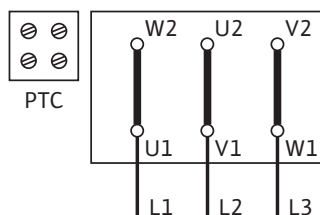

Fig. 45: Rozběh Y-Δ (standard)
Schéma elektrického připojení je umístěno ve svorkovnici (viz také Fig. 45/46).
- Síťová přípojka ke svorkové desce závisí na výkonu motoru P_2 , na síťovém napětí a na druhu startu. Potřebné spínání spojovacích můstků ve svorkovnici je uvedeno v následujícím seznamu „Tab. 4: Obsazení připojovacích svorek“ na straně 17 a na Fig. 45/46.
Rozběh Y-Δ (Standard)	Spojovací můstky odstraňte (Fig. 45)